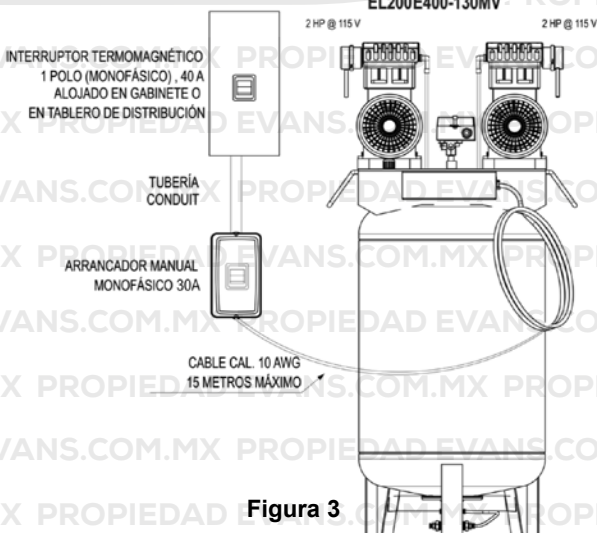

Figura 3
3. Si su compresor es de una capacidad de 4 HP @ 115 V (modelo EL200E400-130MV). Alimente su equipo como se indica en la figura 3.
Para el caso del compresor con capacidad de 4 HP @ 115 V (modelo EL200E400-130MV), Se recomienda un interruptor termomagnético de 40 amperes y arrancador manual de 30 amperes. El elemento térmico debe ser el adecuado para la corriente nominal del compresor. Ver figura 3.